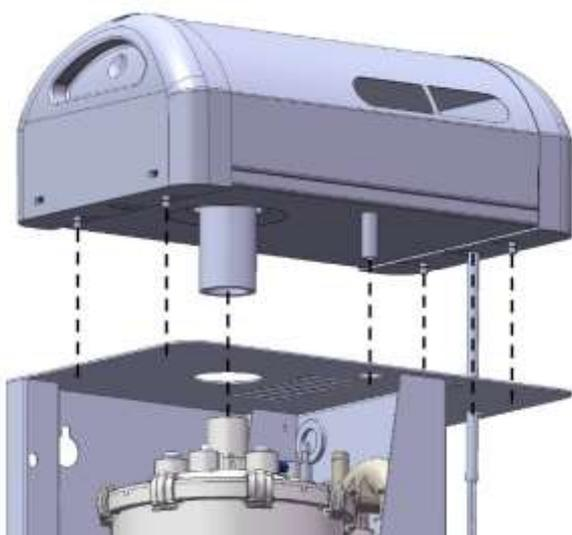

Fig.2
4. Positionner la tête sur la partie supérieure de l'humidificateur en insérant le tuyau de vapeur, le tuyau d'évacuation de la condensation et le câble d'alimentation dans les orifices prévus (**Fig. 2**).